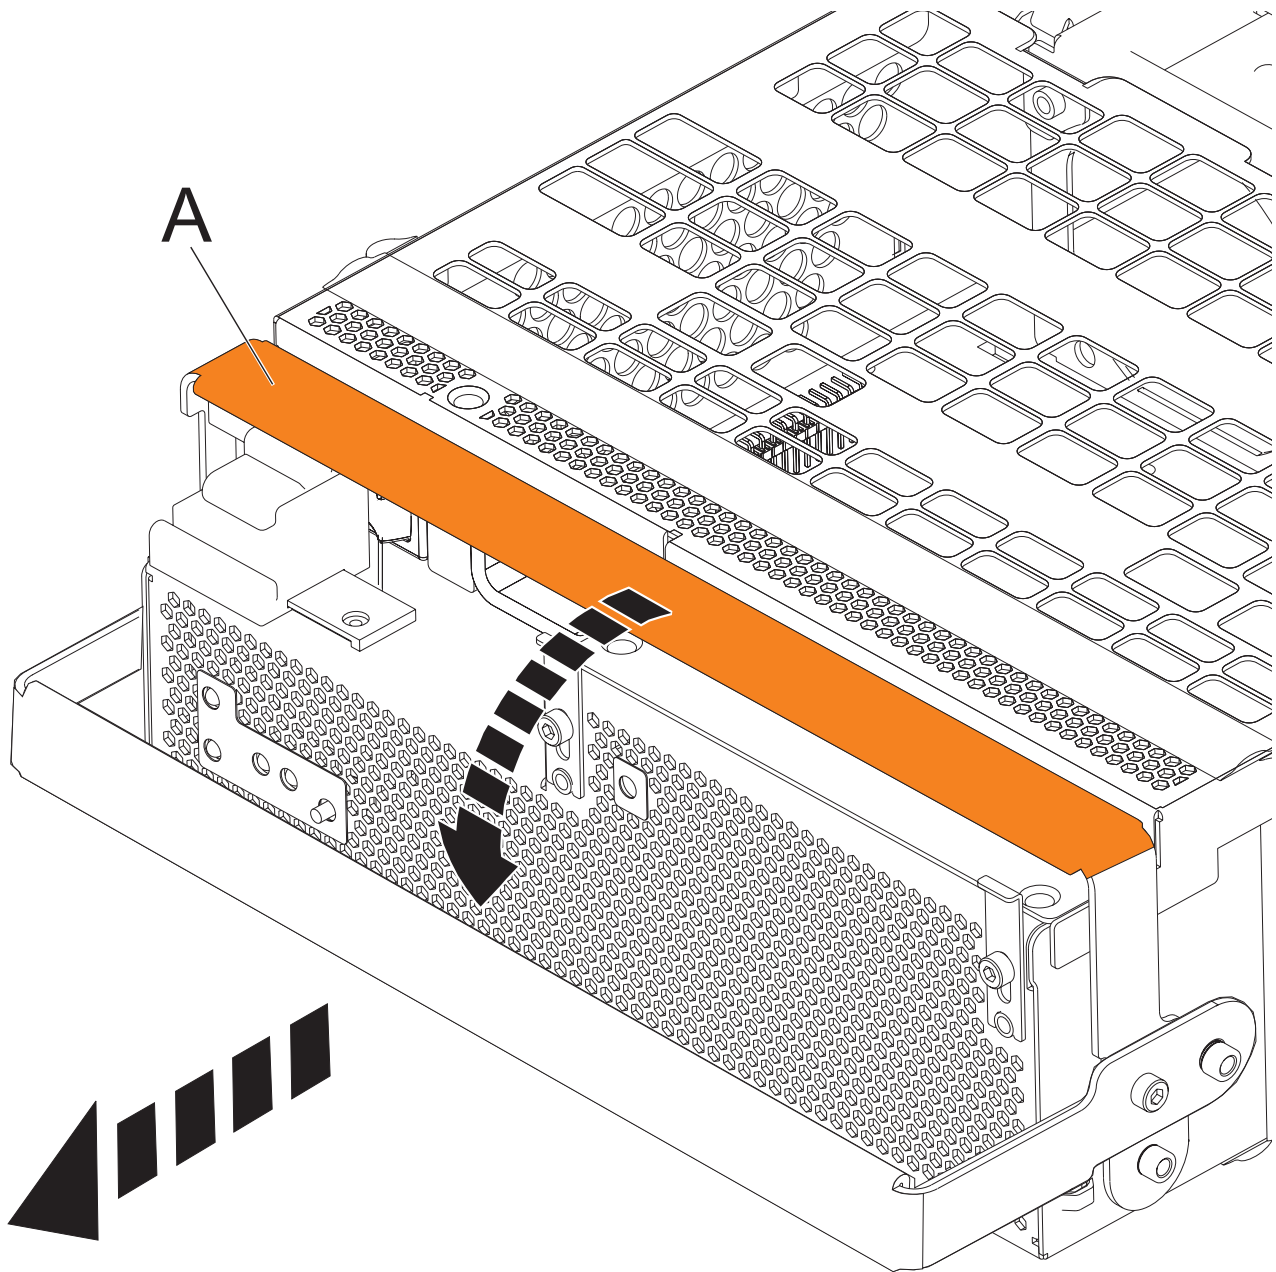

Figure 65. Retirer les ensembles de conversion hors ligne
- a. Tirez le levier (A) à fond vers le bas dans le sens indiqué pour dégager l'ensemble de conversion hors ligne. Pour plus d'informations, voir figure 65, à la page 80.